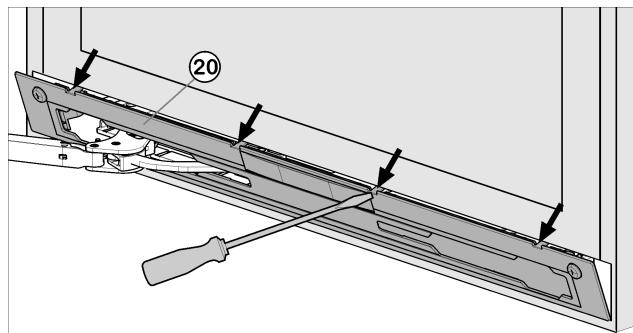

Fig. 10
- Déclipser le panneau Fig. 10 (20) à l'aide d'un tournevis à fente, puis le retirer.